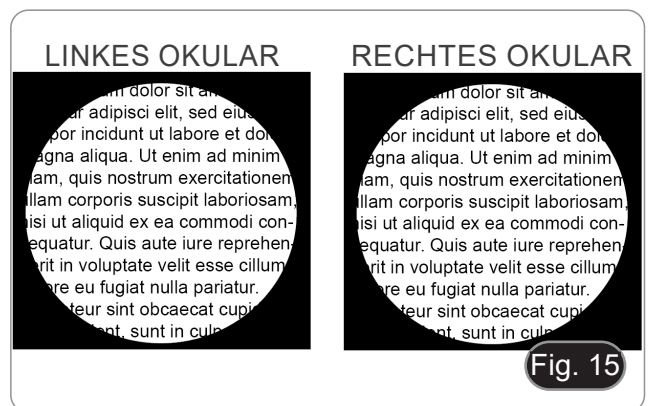

Fig. 15
5. Das Endergebnis des Zentriervorgangs sollte in etwa so aussehen wie in Fig. 15 dargestellt.